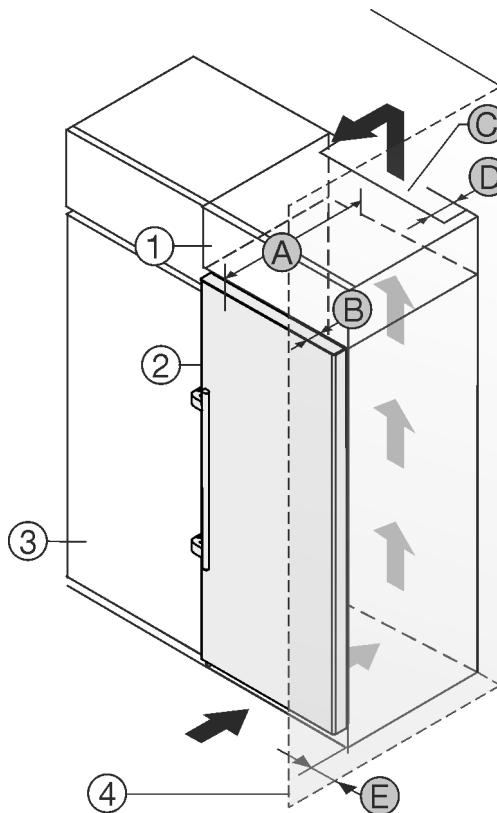

Fig. 1
- (B) Hĺbka dvier
- (C) Prierez vetracieho otvoru
- (D) Vzdialenosť zadnej strany zariadenia
- (E) Vzdialenosť od boku zariadenia
Zariadenie postavte priamo vedľa kuchynskej skrine Fig. 1 (3).
Na zadnej strane nadstavnej skrine musí byť vetracia šachta s hĺbkou Fig. 1 (D) cez celú šírku nadstavnej skrine.
Pod stropom miestnosti sa musí dodržať prierez vetracieho otvoru Fig. 1 (C).
Ak je zariadenie umiestnené so zavesením vedľa steny Fig. 1 (4), vzdialenosť medzi zariadením a stenou musí byť minimálne 57 mm. To zodpovedá presahu držadla pri otvorených dverách.
Pre úplné otvorenie dverí musí zariadenie vyčnievať o hĺbku dvier Fig. 1 (B) prednej časti kuchynskej skrine. V závislosti od hĺbky kuchynských skriň Fig. 1 (3) a použitia dištančných držiakov na stenu môže zariadenie prečnievať ešte viac.